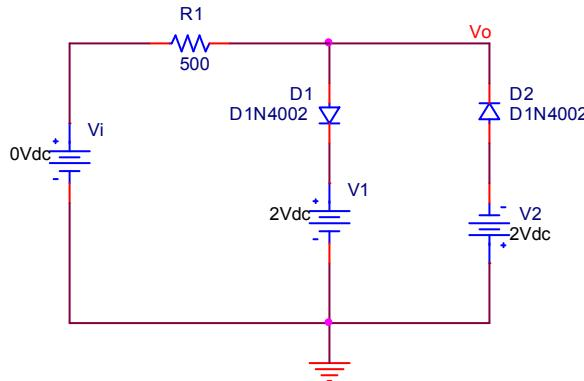

图 5.3 二极管双向限幅电路
3. 二极管双向限幅电路如图 5.3。((l15_1_2))